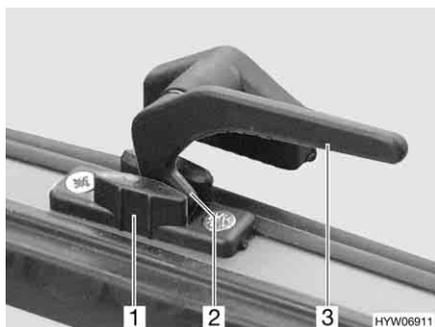

Fig. 49 Palanca de bloqueo en la posición de "ventilación continua"
- En la posición "ventilación continua" (Fig. 49)
- Girar la palanca de bloqueo (Fig. 49,3) un cuarto de vuelta hacia la mitad de la ventana.
- Girar de nuevo hacia atrás la palanca de bloqueo. El saliente de bloqueo (Fig. 49,2) se ha de introducir para ello en el rebaje del bloqueo de la ventana (Fig. 49,1).